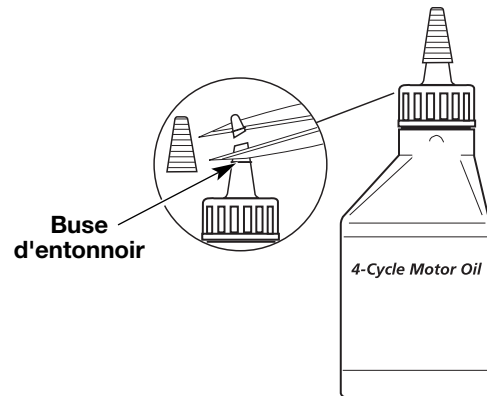

Fig. 5
Votre appareil est livré avec une bouteille d'huile SAE 30 SF, SG, SH de 90 ml (3,04 oz) (Fig. 5).
1. Dévisser le bouchon de la bouteille d'huile et retirez le papier couvrant l'ouverture. Remplacez le bouchon. Coupez la pointe de la buse de l'entonnoir (Fig. 5).